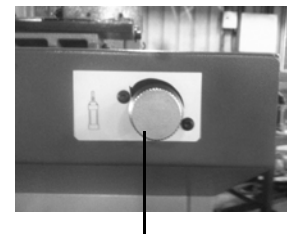

Fig. 3 A
À l'aide du bouton de réglage (A) fig. 3, vous pouvez régler la vitesse de descente.